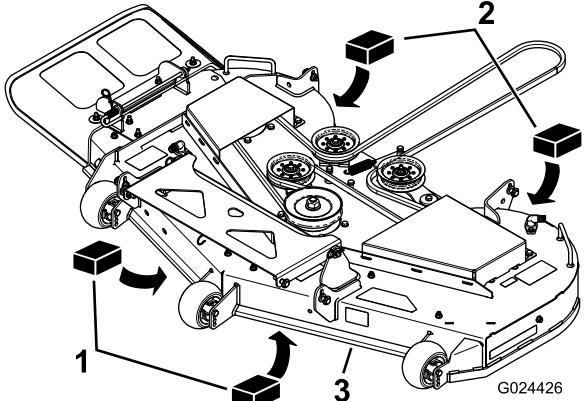

Figure 63
3. Placez deux cales de 6,6 cm (2-5/8 po) d'épaisseur chacune sous chaque côté du bord avant du tablier de coupe, mais pas sous les supports des galets anti-scalp (Figure 63).
4. Placez deux cales de 7,3 cm (2-7/8 po) d'épaisseur chacune sous le bord arrière de la jupe du tablier de coupe, une de chaque côté (Figure 63).